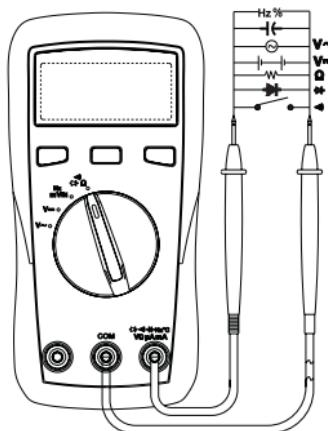

Fig. 2
1. Inserire il cavo di misura rosso nella boccola VmA μ A Ω e il cavo di misura nero nella boccola COM. Orientarsi in base alla Fig. 2
3. Collegare entrambe le puntali di misura all'oggetto da misurare. Se la tensione di ingresso (CC) è negativa, davanti al valore misurato compare un meno.
1. Inserire la spina del cavo di misura nero nella boccola di misura "COM" e la spina del cavo di misura rosso nella boccola di misura "V/ Ω ". Orientarsi in base alla Fig. 2
2. Posizionare i puntali di misura sull'oggetto da misurare Fig. 2.